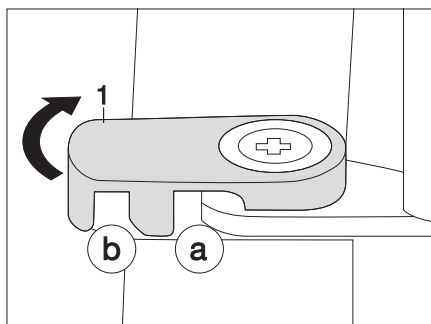

Bild 104 Kühlschranktür arretieren
- Arretierhebel (Bild 104,1) zur Seite drehen.
- Arretierhebel (Bild 104,1) in Arretierstellung a drehen. Die Kühlschranktür ist geschlossen und arretiert.
- Arretierhebel (Bild 104,1) in Arretierstellung b drehen. Die Kühlschranktür ist in Lüftungsstellung arretiert.